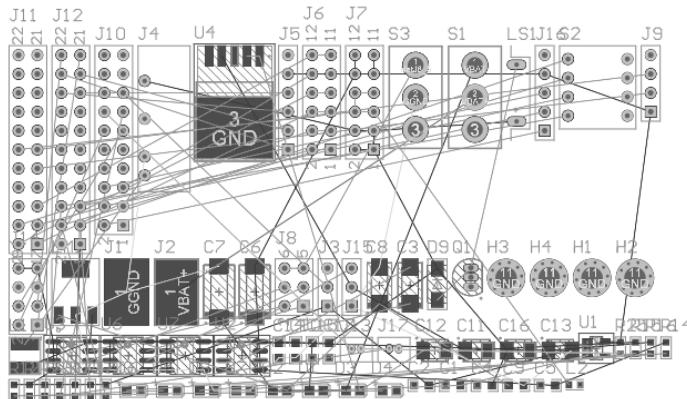

图 14-7 PCB 的导入效果图
(2) 如果存在问题，请进行检查之后再导入一次，直到全部通过，即完成导入。PCB 的导入效果图如图 14-7 所示。